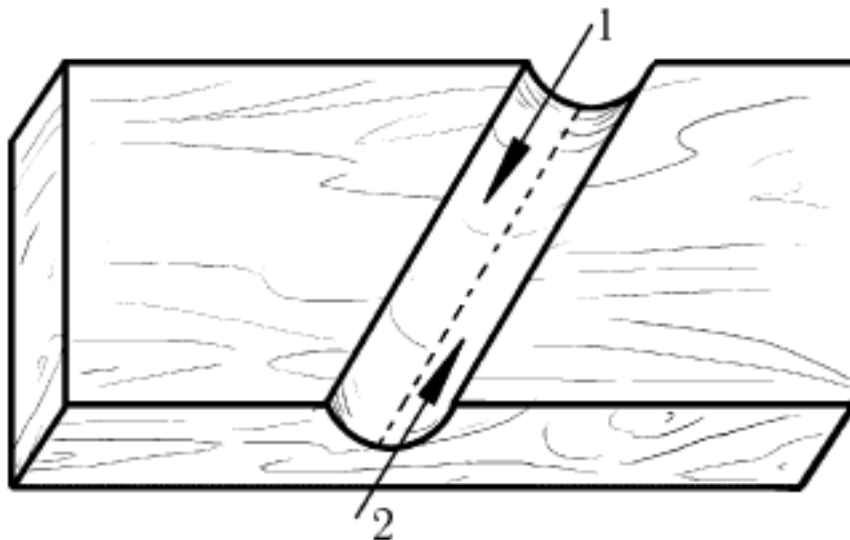

Рис. 54. Выполнение полукруглой выемки, которая расположена на заготовке наклонно (стрелками показано направление движения инструмента)
7. Резьба полукруглой выемки, которая расположена на заготовке наклонно (рис. 54), должна осуществляться с учетом того обстоятельства, что одна сторона выемки идет вдоль направления слоев годичных колец, поэтому режется без затруднений и получается гладкой, а другая – против направления слоев годичных колец, в связи с чем обычно имеет задиры. Чтобы выемка выглядела аккуратно, древесину режут в противоположных направлениях сначала с одной стороны от средней линии, а потом – с другой.